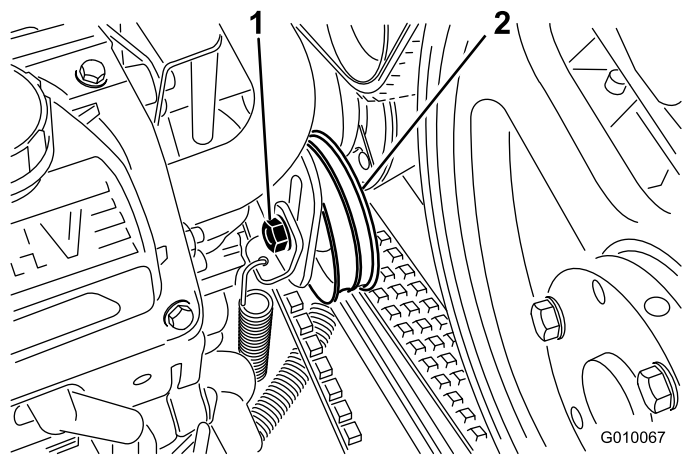

图57
3. 松开泵皮带怠速螺栓只要能在调节槽中移动即可 图 57。